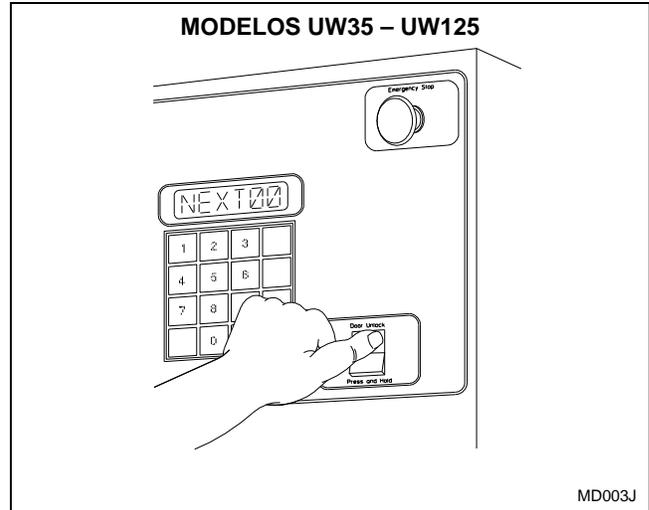

Figura 21
2. En los modelos UW35 – UW125, use la mano izquierda para presionar y mantener presionado el botón de desbloqueo de la puerta situado en la parte frontal inferior derecha del panel de control. Consulte la *Figura 21*.